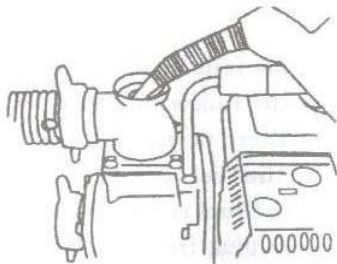

Fig. 28
a) Comprobar que haya agua suficiente (fig. 28)